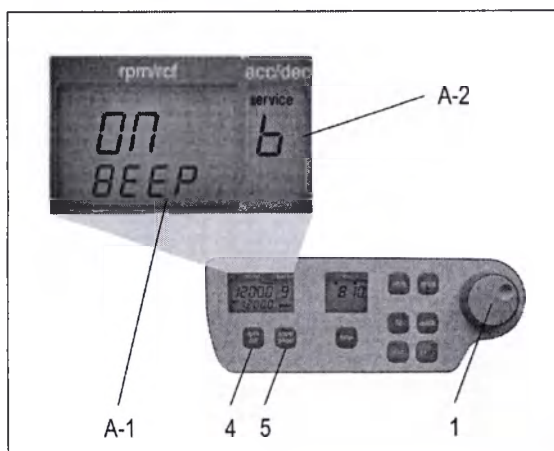

Рисунок 8
Действуйте как описано в п. 1.8.2, чтобы войти в программный режим, и затем нажмите кнопку «accel/decel» [ускорение/замедление] (5). На дисплее «accel/decel» [ускорение/замедление] (A-2) появится слово «service» [обслуживание]. Теперь выберите букву "b" с помощью верньера (1). В результате на дисплее «rpm/rcf» [об/мин / центробежное ускорение] (4) появятся слова «ON/BEEP». Если Вы нажмете кнопку «rpm/rcf» [об/мин / центробежное ускорение] (4), то сможете включить (On) или выключить (Off) сигналы клавиатуры, вращая верньер (1) (см. Рисунок 8).